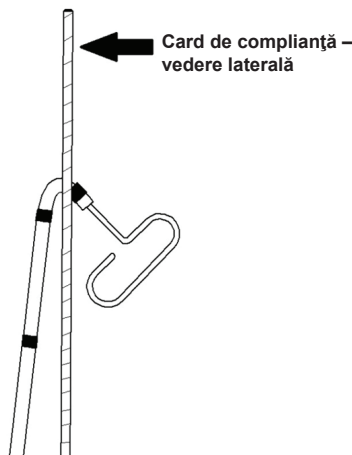

Figura 1 Configurație modelată
5. Așezați banda de marcaj a vârfului distal cu suprafața îndoită în partea de jos și în interiorul canalurii pentru abur. (vezi Figura 1)